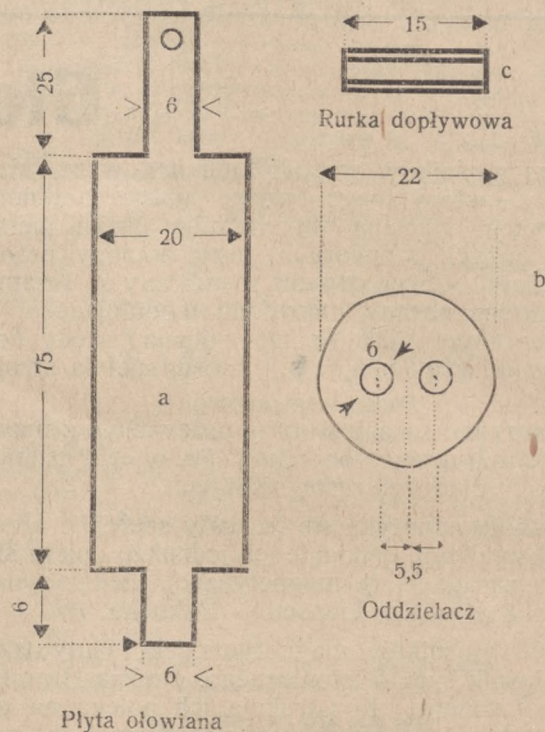

Fig. 1.
- 2 płyt ołowianych (fig. 1 a), grubość ich wynosić powinna 1,5—2 mm.,
- 1 oddzielnica (fig. 1 b),
- 1 rurki dopływowej (fig. 1 c).
Oddzielnica można odciąć na tokarce z twardej gumy, jako płytę o 3—5 mm. grubości. Następnie należy wywiercić dziury, jak uwidocznione na fig. 1 b, w które przy składaniu poszczególnych ogniw wkłada się krótkie występy dolnych części płyt ołowianych.